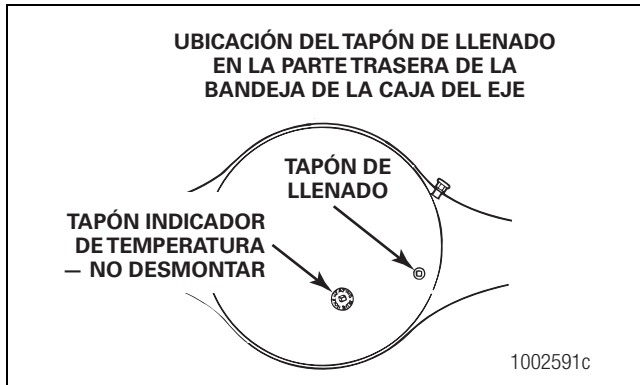

Figura 5.122
- Retire el tapón de llenado del lado de la cubierta de la bandeja de la caja del eje. Figura 5.122.